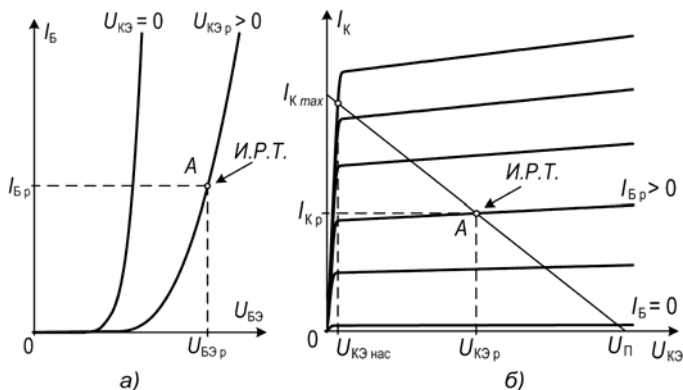
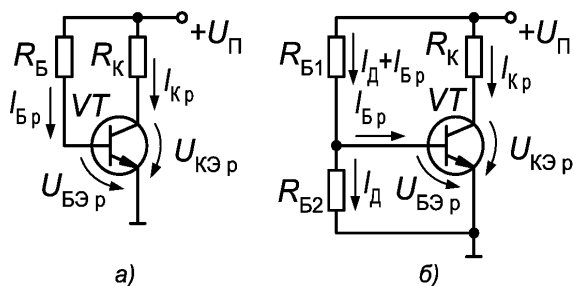
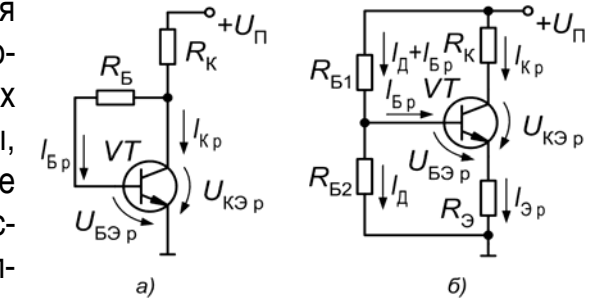

Рис.4.5 Входные (а) и выходные (б) характеристики транзистора
Рис.4.6 Способы задания исходной рабочей точки
Рис.4.7 Способы стабилизации положения И.Р.Т. в усилительных каскадах на биполярных транзисторах
Точка, координаты которой на вольт-амперных характеристиках транзистора определяют напряжения и токи в его электродах, называется *рабочей*. При отсутствии входного сигнала эта точка называется *исходной рабочей точкой*. Исходная рабочая точка (И.Р.Т. – т. А, см. рис.4.5) определяет режим работы транзистора по постоянному току, класс усиления и, как следствие, входные и выходные амплитуды токов и напряжений
На практике получили распространение два способа обеспечения заданного положения рабочей точки биполярного транзистора по постоянному току не зависимо от схемы включения транзистора по переменному току: *схема с фиксированным током базы* (рис.4.6а) и *схема с фиксированным напряжением база – эмиттер* (схема с фиксированным потенциалом базы) (рис.4.6б).
В схеме на рис. 4.6а режим по постоянному току задаётся с помощью резисторов R_B , R_K и источника питания U_{Π} . Смещение эмиттерного перехода осуществляется за счёт протекания тока базы I_{Bp} от источника питания U_{Π} через резистор R_B . Задаваясь положением рабочей точки на ВАХ транзистора (рис.4.5), номинальные значения резисторов рассчитывают по формулам:
В схеме на рис. 4.6б режим покоя обеспечивается фиксированием напряжения $U_{БЭp.}$ между базой и эмиттером транзистора с помощью источника питания и делителя напряжения из резисторов R_1 , R_2 . Сопротивления резисторов R_1 и R_2 при заданном токе базы $I_{Bp.}$, соответствующем напряжению $U_{БЭp.}$, определяют по формулам:
Недостатками данных схем (рис.4.6) является сильная зависимость положения исходной рабочей точки от различных дестабилизирующих факторов (например, изменения температуры, напряжения питания и т.п.), поэтому на практике для стабилизации положения И.Р.Т. часто используют отрицательную обратную связь параллельную по напряжению (рис.4.7а) или последовательную по току (рис.4.7б).
В схеме на рис.4.7а номинальные значения резисторов рассчитывают по формулам:
В схеме на рис.4.7б номинальные значения резисторов рассчитывают по формулам:
а) для схем, представленных на рис.4.6, 4.7, рассчитать номинальные значения сопротивлений резисторов, обеспечивающий заданный режим по постоянному току;
б) собрать схемы (рис.4.6, 4.7) и сравнить экспериментальные и расчётные токи и напряжения, соответствующие заданной исходной рабочей точке.
Замечание: Следует помнить, что в программе Micro-CAP рассчитываются значения потенциалов (т.е. напряжений относительно точки с нулевым потенциалом) соответствующих узлов, поэтому для схемы с эмиттерной стабилизацией (рис.4.7б) напряжения база–эмиттер ($U_{БЭ}$) и коллектор–эмиттер ($U_{КЭ}$) определяются по формулам
б) измерить все токи и напряжения, соответствующие новому положению рабочей точки, в схемах рис.4.6, 4.7;
где индекс И.Р.Т. соответствует значениям токов и напряжений, измеренных в п.б) Задания 2. Для схемы с эмиттерной стабилизацией (рис.4.7б) напряжения $U_{БЭ}$ и $U_{КЭ}$ определяются по формулам (4.12);
8. Какие достоинства и недостатки имеют схемы представленные на рис.4.6?
10. Какие достоинства и недостатки имеют схемы с ООС представленные на рис.4.7?